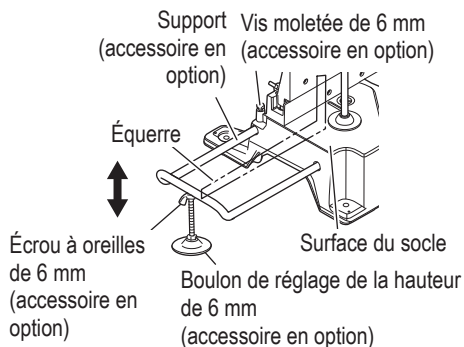

Fig. 23
- (1) Comme indiqué sur la Fig. 23, utiliser une équerre en acier pour aligner le bord supérieur des supports avec la surface du socle.
- (2) Après le réglage, serrer fermement l'écrou à oreilles et fixer le support avec la vis papillon de 6 mm (accessoire en option). Si la longueur du boulon de réglage de la hauteur de 6 mm est insuffisante, placer une plaque mince en dessous. S'assurer que l'extrémité du boulon de réglage de la hauteur de 6 mm ne dépasse pas du support. (Fig. 23)